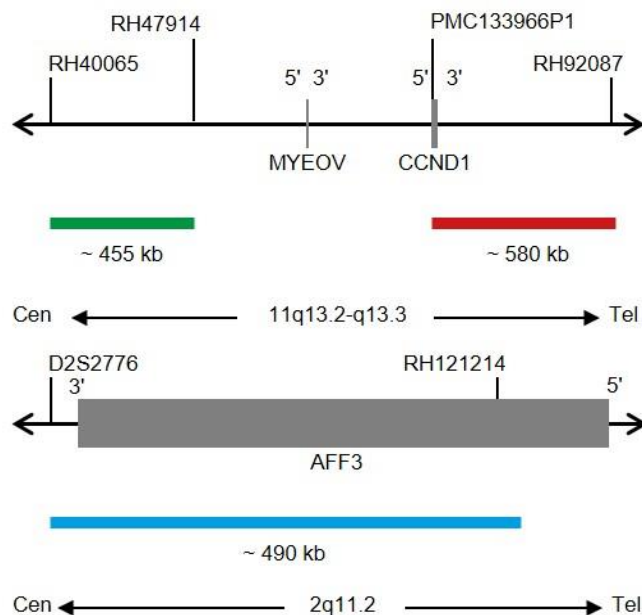

Abb. 1: Oben: SPEC CCND1 Sondenlokalisation; Unten: SPEC 2q11 Sondenlokalisation (nicht maßstabsgetreu)
- ZyGreen (Anregung 503 nm/Emission 528 nm) markierten Polynukleotiden (~10 ng/ μ l), die gegen Sequenzen in 11q13.2-q13.3* (chr11:68,249,010-68,705,283) gerichtet sind, proximal zur CCND1-Bruchpunktregion lokalisiert sind (siehe Abb. 1).
- ZyRed (Anregung 580 nm/Emission 599 nm) markierten Polynukleotiden (~4,5 ng/ μ l), die gegen Sequenzen in 11q13.3* (chr11:69,453,301-70,031,240) gerichtet sind, welche distal zur CCND1-Bruchpunktregion lokalisiert sind (siehe Abb. 1).
- ZyBlue (Anregung 418 nm/Emission 467 nm) markierten Polynukleotiden (~37,0 ng/ μ l), die gerichtet sind gegen Sequenzen in 2q11.2* (chr2:100,132,806-100,621,725) (siehe Abb. 1).